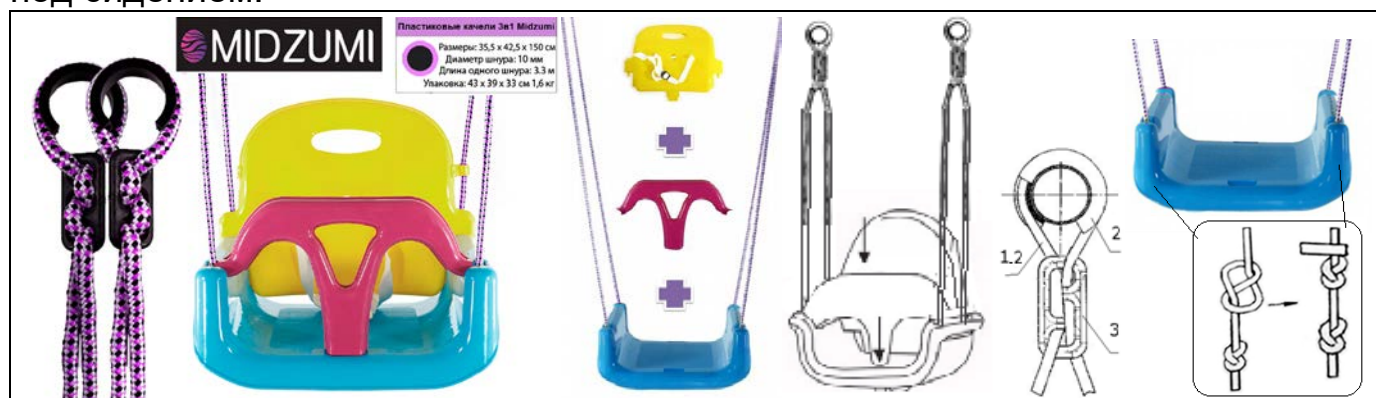

Рисунок 13
**6.3. Для модели Midzumi Chikara установите на дополнительную стойку с перекладиной качели со спинкой 3в1 (№36) рисунок 13.** Для сборки качелей вставьте в основание сидения съёмные ограничитель и спинку. Для подвеса качелей используйте комплект тросов-веревки. Установите на комплекс катушки и равномерно закрепите на них тросы при помощи фиксаторов. Проденьте нижние части веревок через боковые отверстия в сидении качелей, выровняйте их положение и закрепите двойными узлами под сидением.